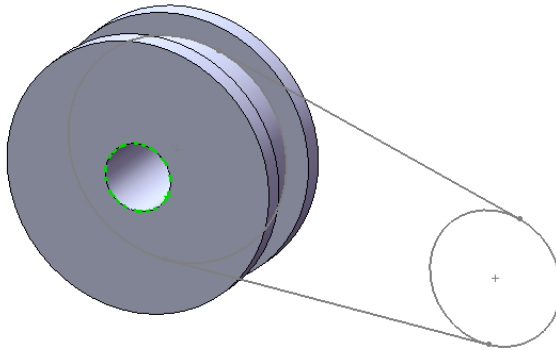

Рисунок 11.71 - Створено центральний отвір у шківі
8. Оформимо центральний отвір у шківі для його кріплення на валу. Виберемо торцеву плоску поверхню, увійдемо в ескіз і намалюємо ескіз отвору у вигляді окружності діаметром 15 мм концентрично заготовці шків. Витягнемо виріз, використовуючи граничну умову «Насквозь» (рис. 11.71).